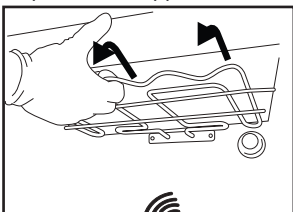
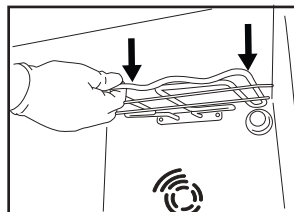

Fig. 1
Fig.2
2. Tirez légèrement l'élément chauffant ( Fig. 1) et abaissez-le (Fig. 2).